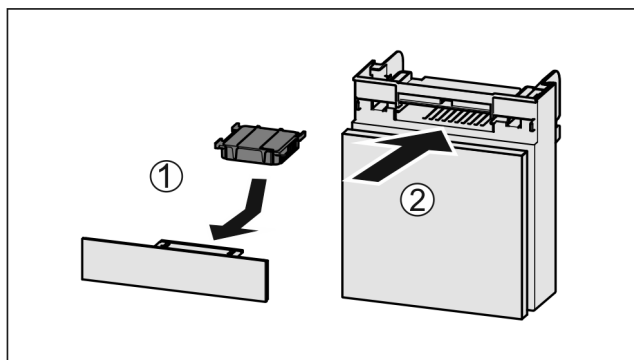

Fig. 156
- ▶ Umetnite filter s aktivnim ugljenom kao što je prikazano na slici Fig. 156 (1).
- ▶ Umetnite pretinac Fig. 156 (2).